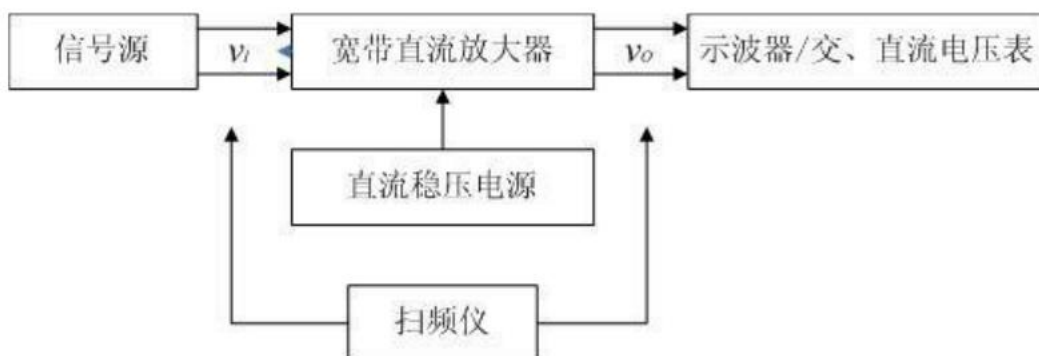

图 2 幅频特性测试框图
- 3. 放大器要留有必要的测试点。建议的测试框图如图 2 所示，可采用信号发生器与示波器/交、直流电压表组合的静态法或扫频仪进行幅频特性测量。